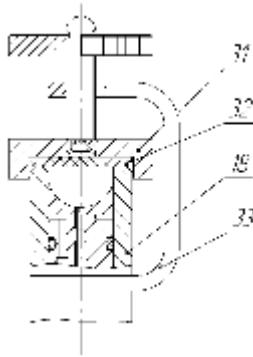

Рисунок 8 – Установка приспособления для проверки герметичности
- заглушить сопло калибратора давления, прижав к срезу сопла (поз.18, рисунок 8) пластину (поз.31) с резиновой прокладкой (поз.32) с помощью приспособления для проверки герметичности (поз.33) (входит в комплект поставки);
ВНИМАНИЕ: ПОСЛЕ ОКОНЧАНИЯ ПРОЦЕДУРЫ ПРОВЕРКИ ГЕРМЕТИЧНОСТИ, ВО ИЗБЕЖАНИЕ ПОВРЕЖДЕНИЯ МАНОМЕТРА, ПЛАВНО СБРОСЬТЕ ДАВЛЕНИЕ ИЗ КАЛИБРАТОРА ОСЛАБЛЯЯ ПРИЖАТИЕ ПЛАСТИНЫ (ПОЗ. 31, РИСУНОК 8) ПРИСПОСОБЛЕНИЯ ДЛЯ ПРОВЕРКИ ГЕРМЕТИЧНОСТИ.